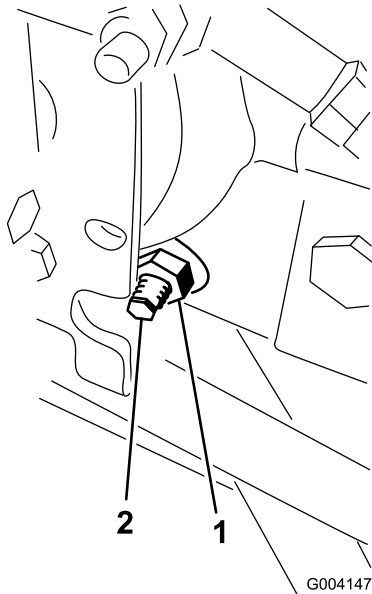

图66
3. 在静液压泵的右侧，松开牵引调节凸轮（图66）上的锁紧螺母。